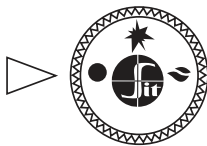

Рис. 9.
- 7.2. В исходном (выключенном) положении ручка управления находится в положении «точк » (рис. 9). Пилотная и основные горелки погашены (подача газа к ним заблокирована).
- 7.5. **Выключение пп р т** производится путем поворота ручки в положение «точк » (рис. 9). При этом пилотная и основные горелки (если горят) погаснут.